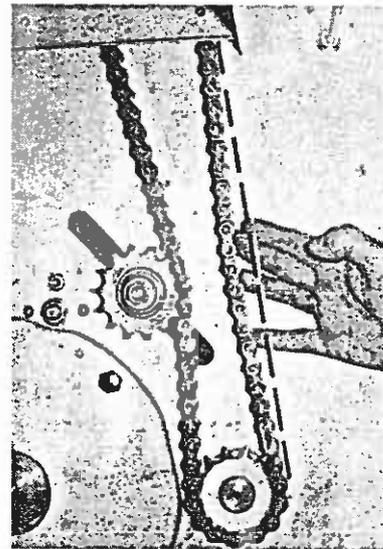

Bild 63.5
2. Kette am längstfreiliegenden Teil von Hand durchdrücken (Bild 63.5). Sie muß sich 15...25 mm durchdrücken lassen, ggf. Kettenspannung berichtigen.